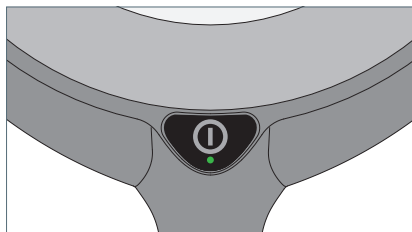

Fig. 9: Tasto.
- Premere il tasto, vedi Fig. 9.
- Premere il tasto e tenerlo premuto, vedi Fig. 9.
- Premere il tasto velocemente per due volte consecutive, vedi Fig. 9.